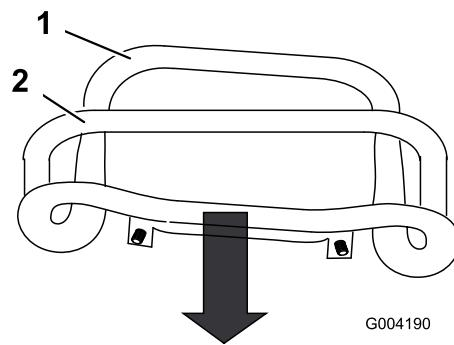

Bild 52
3. Ziehen Sie den Fahrantrieb zurück, sodass die Vorderseite des Fahrantriebs den Anschlagbügel berührt (Bild 52).